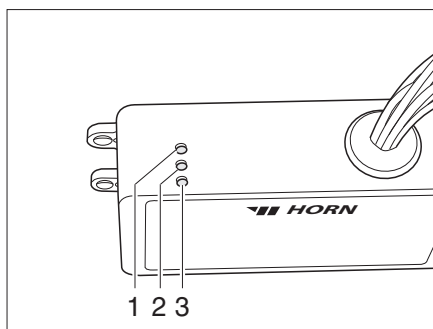

Fig. 176 Régulateur
Le régulateur (Fig. 176) est monté dans la penderie. Les voyants de contrôle qui se trouvent sur le régulateur ont la signification suivante :
- Le voyant de contrôle (Fig. 176,2) s'allume en vert : Régulateur en marche.
- Le voyant de contrôle (Fig. 176,1) s'allume en rouge : Le réservoir d'eaux usées est chauffé.
- Le voyant de contrôle (Fig. 176,3) s'allume en rouge : Les conduites des eaux usées sont chauffées.